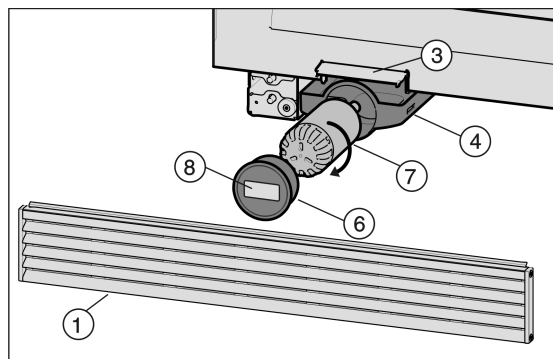

Fig. 61
- ▶ Dado el caso, retire la rejilla de aire Fig. 61 (1).
- ▶ Retire la tapa del filtro Fig. 61 (6).
- ▶ Coloque el filtro de agua Fig. 61 (7) y gírelo unos 100° en el sentido de las agujas del reloj hasta que haga tope.
- ▶ Introduzca el cajón Fig. 61 (4).
- ▶ Introduzca la tapa del filtro Fig. 61 (6).
- ▶ Anote la fecha de la próxima sustitución en la etiqueta adhesiva Fig. 61 (8) suministrada y pegue dicha etiqueta en la tapa del filtro Fig. 61 (6).
- ▶ Coloque la rejilla de aire Fig. 61 (1).